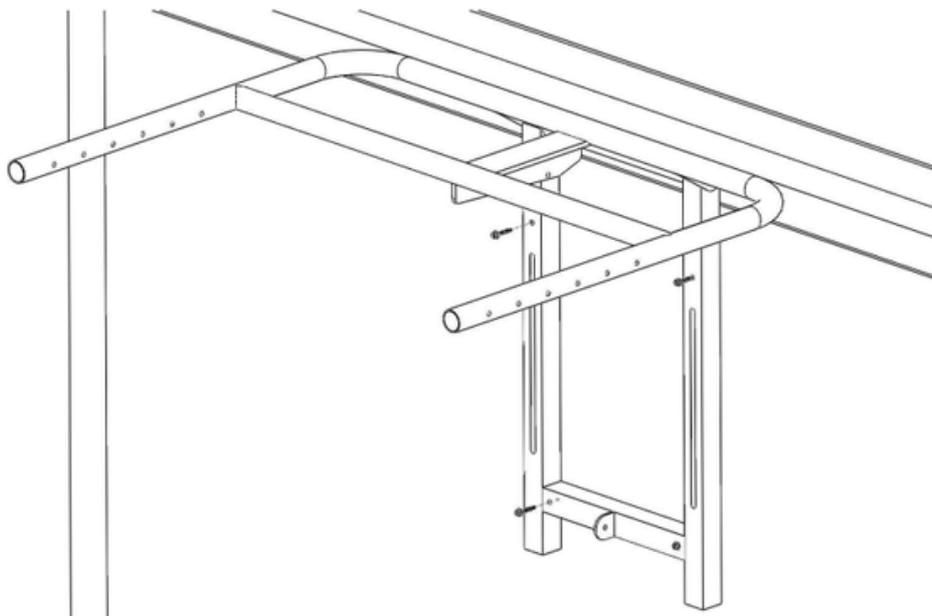

Figure 7
7. Montez l'unité principale ccAA sur la paroi du spa en utilisant les tirefonds ccZ. Voir figure 7.